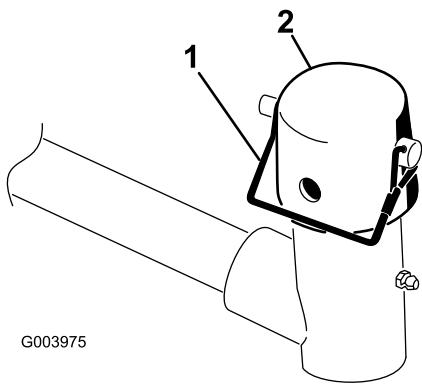

图9
- 7. 从提升臂轴轭上拆下锁扣销和中心盖（图9）。
11. 使用保险销将中心盖和承载架轴固定到提升臂轭。如果需要可偏转的滚刀组，可使用槽；如果需要滚刀组锁定到位，可使用孔（图9）。